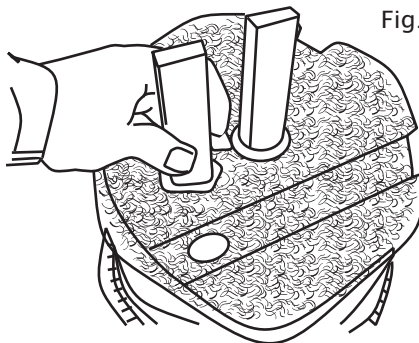

Fig. 4
5. Vire a tampa e remova da tampa do filtro o tubo plástico de drenagem e o tubo de condução. Remova as esponjas da tampa do filtro e do cesto de mídias, bem como a esponja localizada dentro do canister. Fig. 4